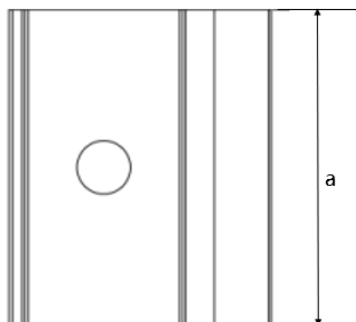
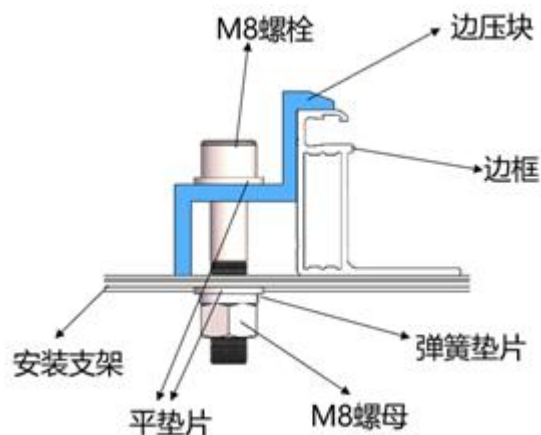
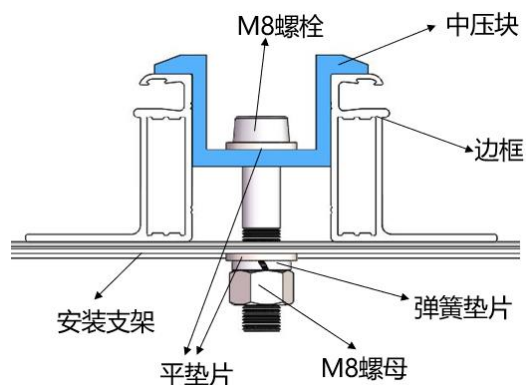

図 7 クランプの上面イメージ図
図 11 エッジクランプの取付イメージ図
図 12 中間クランプの取付イメージ図
- ③ ブラケットの上面でモジュールのフレームと接触する部分には、M8 ボルト用の凹みが必要です。
- ④ ブラケットに凹みがない場合、ボルトで固定するように、上記の位置に適切な径の穴を開けます。
- ⑤ 平ワッシャー、スプリングワッシャー、ナットの順にクランプを装着します。
- ⑥ 図 7~10 はエッジクランプのイメージ図です。図 11、図 12 は取付イメージ図です。クランプのサイズは $a \geq 50\text{mm}$ 、厚さ $\geq 4\text{mm}$ 、フレームとの重ね幅 $d \geq 10\text{mm}$ です。または、 $a \geq 60\text{mm}$ 、厚さ $\geq 3\text{mm}$ 、フレームとの重ね幅 $d \geq 8\text{mm}$ です。組立部品の確実な取り付けを保証した上で、クランプの断面を変更できるが、いかなるサイズのクランプもフレームをはみ出してガラスに接触することはできません。
- ⑦ サイズが $2384 \times 1303\text{mm}$ 以上の組立部品は $a \geq 60\text{mm}$ のクランプサイズにのみ適用されます。
- ⑧ 推奨締付トルクは、グレード 8.8 のボルト・ネジの場合、 $17 \sim 23\text{Nm}$ とします。